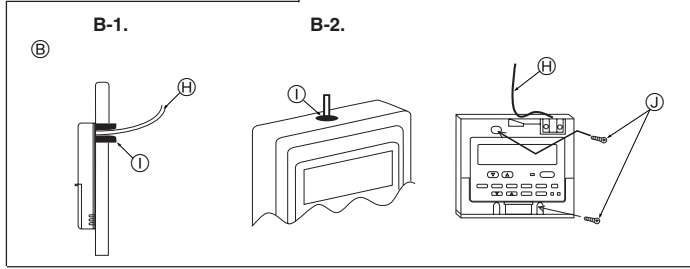

Fig. 6-3
(2) Çiğ damlları, su, hamamböceği ve kurtçuk girişini önlemek için uzaktan kumandanın bakım girişini macunlayın. (Fig. 6-3)